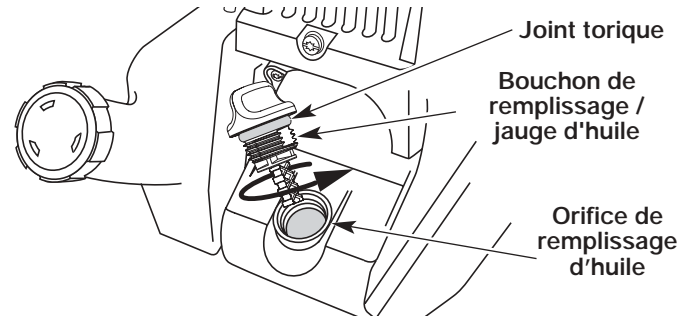

Fig. 19
**NOTE :** Assurez-vous que le joint torique est mis sur le bouchon de remplissage / jauge d'huile au moment de la vérification et du changement d'huile (Fig. 19).